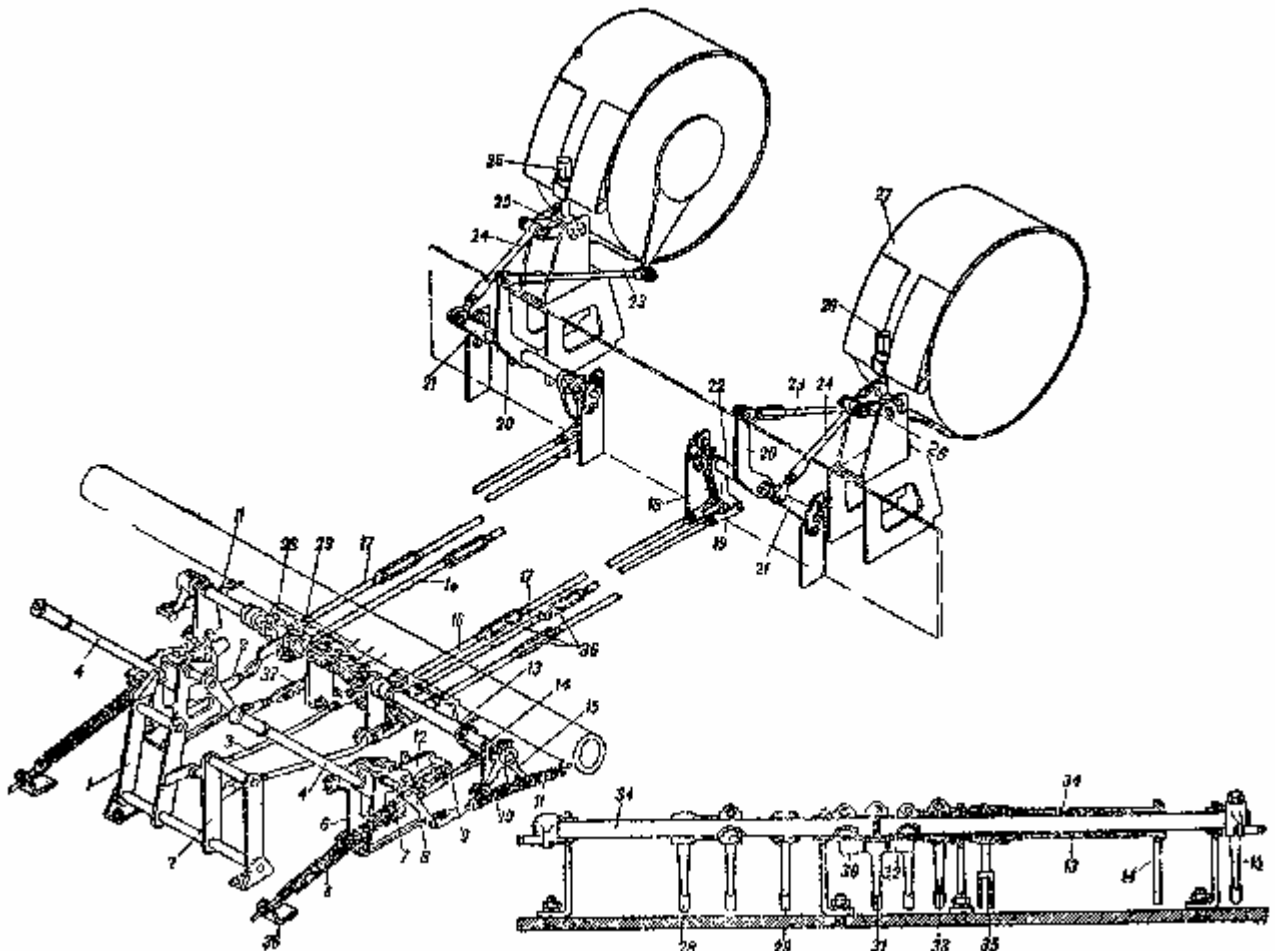
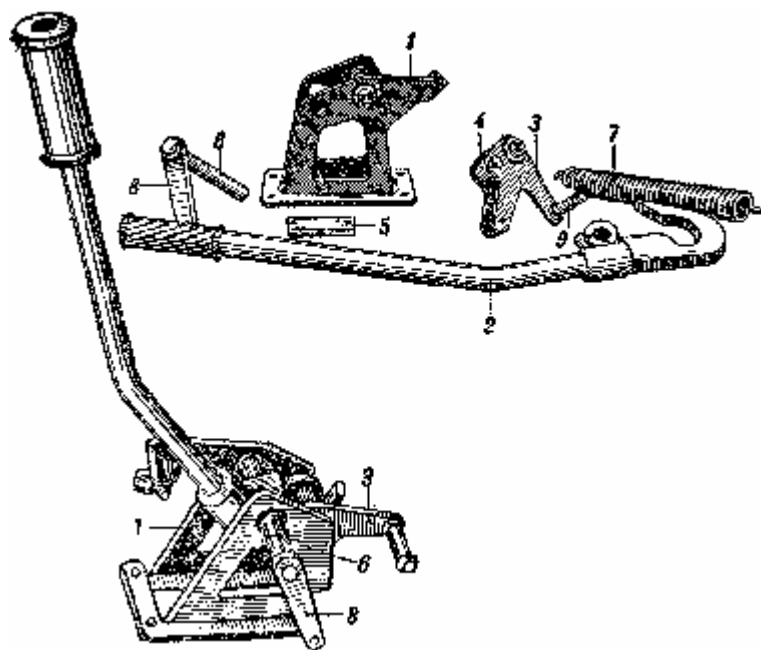

Рис. 117. Схема управления бортовыми фрикционами и тормозами:
Рис. 119. Общий вид и детали рычагов управления:
Ручной привод управления (рис. 117) состоит из трёх узлов:
Между шейками кронштейна на оси помещён трёхплечий рычаг 12 (см. рис. 117). Ролик 4 (рис. 119) этого рычага помещается в зеве крюка, находясь с ним в зацеплении.
Таким образом, при повороте водителем рычага на себя сначала выбирается зазор между крюком и роликом, а затем крюк, нажимая на ролик, повернёт трёхплечий рычаг, тянущий за собой промежуточную тягу 9 (см. рис. 117) бортового фрикциона, второй конец соединён с рычажком 14, приваренным к трубе 13 на уравнительном валике. К этой же трубе 13 приварен и второй рычажок 33, с которым соединена продольная тяга 17 бортового фрикциона. Последняя проходит под днищем в трансмиссионное отделение, где она соединена с рычажком 19 на переходном валике.
- 1) Проверить холостой ход тяг привода к бортовым фрикционам. Для этого, отъединив промежуточную тягу 9 (см. рис. 117) бортового фрикциона от трехплечего рычага или продольную тягу 17 от рычажка 33 на уравнительном валике подать тягу рукой вперёд. Полученный холостой ход должен находиться в пределах 9...12 мм. При холостом ходе менее 9 мм удлинить или промежуточную тягу (свинчиванием вилки), или продольную тягу (регулирующей муфтой), либо укоротить наклонную тягу в корме танка. Если же холостой ход более 12 мм, то поступить наоборот. Проверив ход, соединить с рычагом ранее отъединённую тягу.